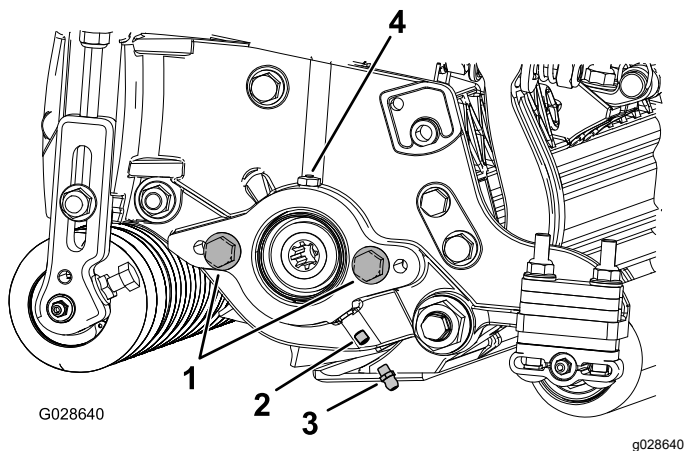

Figura 4
1. Retire y deseche el tornillo de fijación de la chapa lateral del motor del molinete (Figura 4).
2. Instale el engrasador recto (Figura 4).
2. Si no hay tornillos en la chapa lateral del motor del molinete, instálelos (Figura 4).
5. Engrase la chapa lateral hasta que salga el exceso de grasa del orificio (Figura 4).